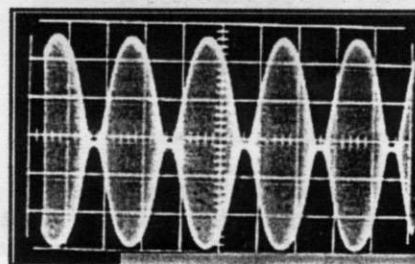

Figure 5.
- s'il ressemble à la figure 5, il y a un défaut de linéarité dans la chaîne d'amplification HF. Il faudra vérifier la polarisation de l'étage final et de son "driver".